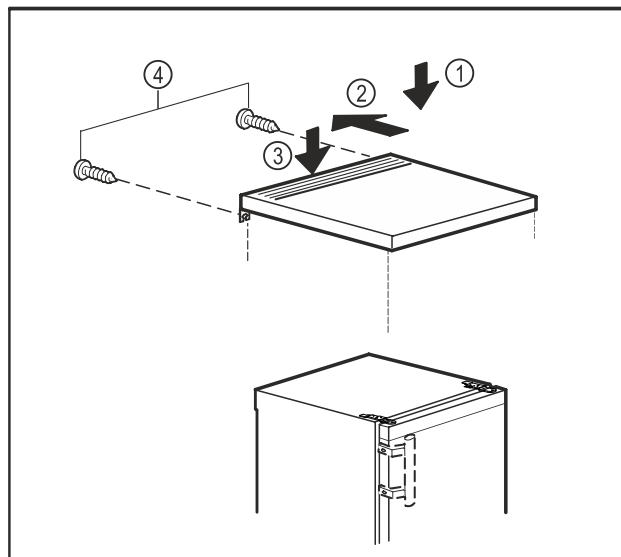

Fig. 19
- Lägg topplatta på skåpet. Fig. 19 (1)
- Skjut topplatta bakåt. Fig. 19 (2)
- Tryck ner topplatta baktill. Fig. 19 (3)
- Skruva fast skruvar på baksidan. Fig. 19 (4)